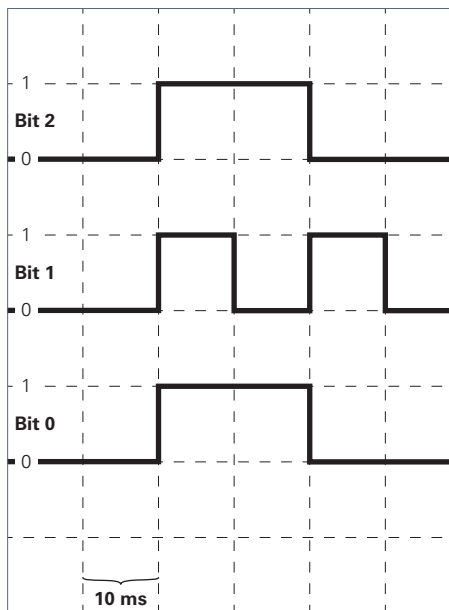

Fig. 9: Sequenza di bit per disattivare il modo operativo "Modalità Combi BIANCO+RGB".
- Inviare la sequenza di bit per la disattivazione alla linea di collegamento con le luci bianche e la luce RGB, vedi Fig. 9.